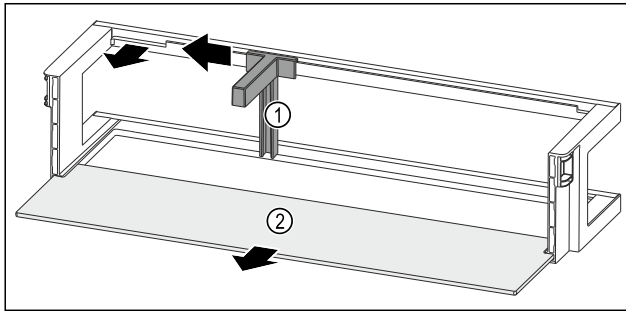

Fig. 118 Raft montat pe ușă cu suport pentru sticle și raft
- ▶ Împingeți în lateral suportul pentru sticle Fig. 118 (1) până la degajare.
- ▶ Extrageți suportul pentru sticle Fig. 118 (1).
- ▶ Extrageți raftul Fig. 118 (2).